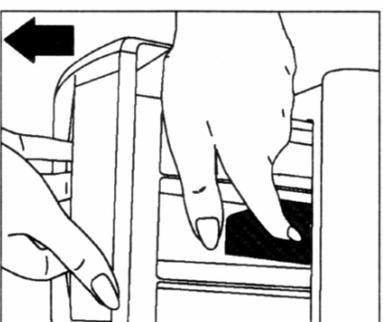

Fig. 15
- Soulevez l'avant du tiroir et continuez à tirer jusqu'à ce que celui-ci sorte de son emplacement (fig. 15)
Retirez le bac à produits. Enlevez le bouchon du siphon (Fig. 15) et nettoyez soigneusement les résidus d'assouplissant. Nettoyez et remettez le bouchon du siphon en place. Vérifiez qu'il est bien en place.